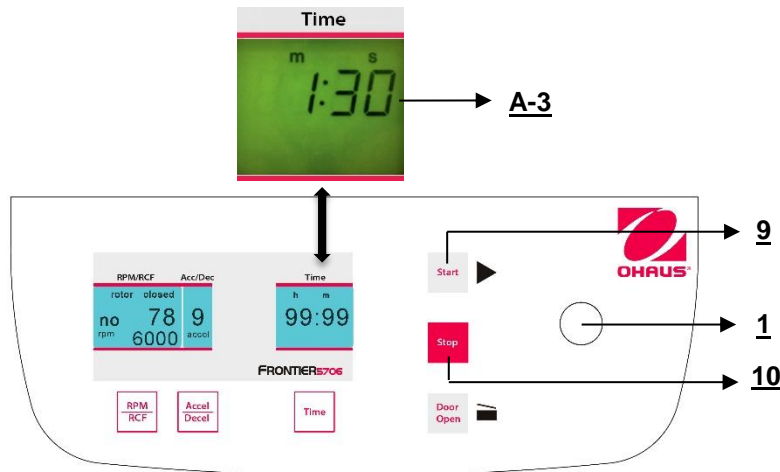

Abbildung. 22
Um die Zentrifuge zu starten, vergewissern Sie sich, dass der Deckel geschlossen ist, und drücken Sie dann die Taste **"Start"** (9), (siehe Abbildung 22). Mit der Taste **"Start"** (9) können Sie die Durchläufe mit manuell vorab ausgewählten Parametern starten. Wenn die entsprechende, vorab ausgewählte Laufzeit abgelaufen ist, wird die Zentrifuge automatisch anhalten, oder Sie können jeden Durchlauf mit der Taste **"Stop"** (10) abbrechen.